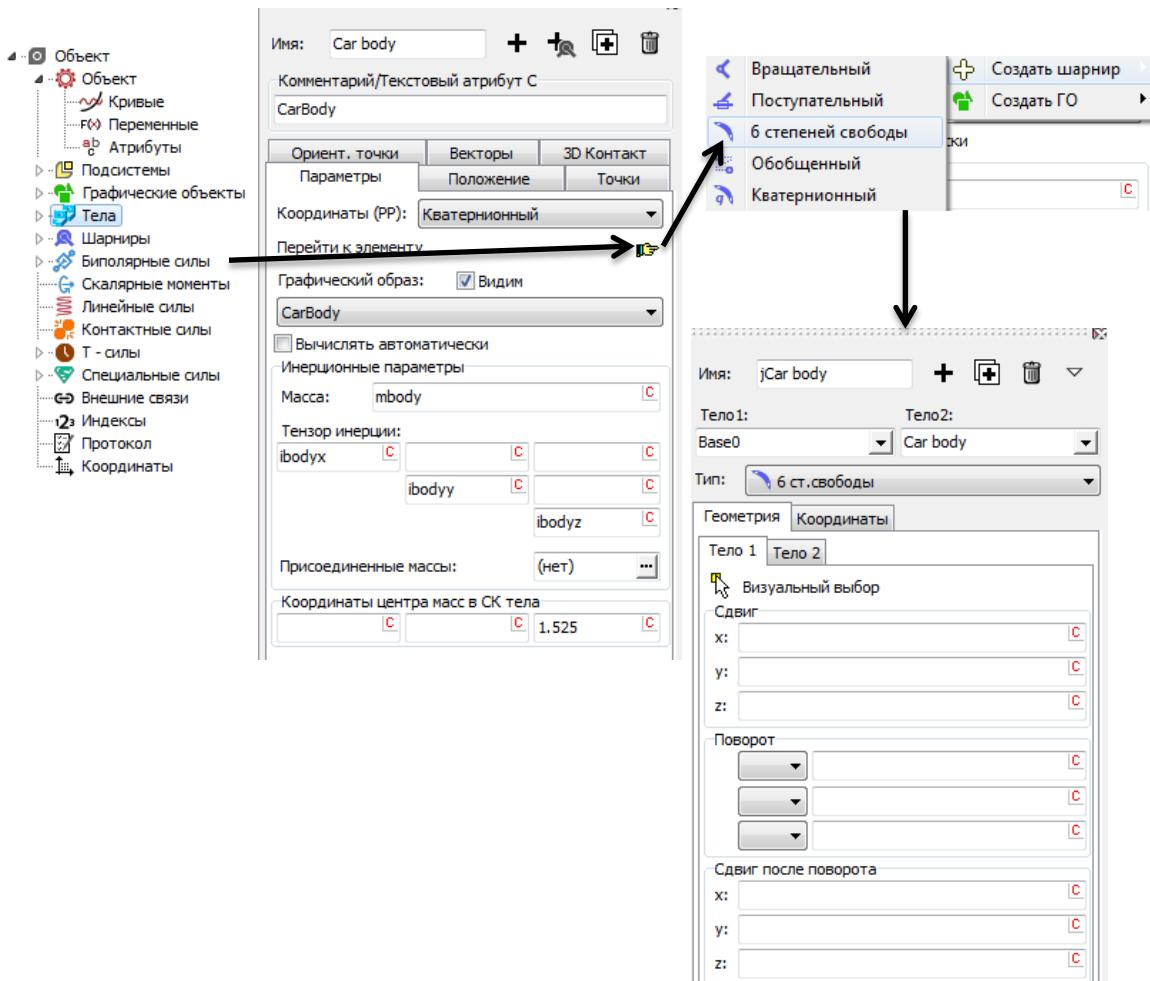

Рис. 2.18. Добавление кузова и его шарнира
4. Щёлкнув на кнопке  (Перейти к элементу) задайте присоединённый шарнир, выбрав тип **6 степеней свободы**. Шарниру автоматически назначено имя **jCar body**. Данный шарнир назначает телу шесть степеней свободы: три декартовы координаты относительно СК0 и три угла ориентации в последовательности 1, 2, 3 (последовательные повороты вокруг оси X, затем Y и, наконец, Z), см. рис. 2.18.